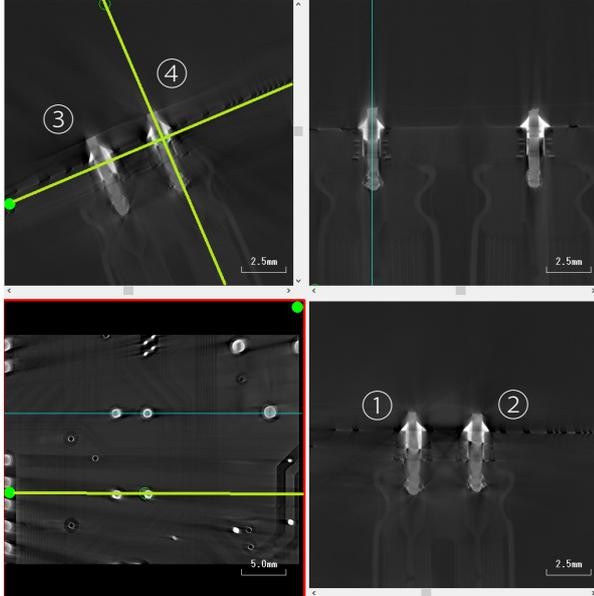

図7 図4の位置のMPR像
次に、図5の位置をCT撮影しました。CTはワークを回転させて、様々な角度からのデータを計算することで断面画像を撮影することができます。撮影されたデータをMPR表示したものを図7に示します。MPR (Multi Planar Reconstruction) では、得られた断面画像から任意の断面を作成することができます (MPR上の丸数字は図6の丸数字の端子です)。また、断面画像を三次元解析ソフトウェアのVGSTUDIO MAX (Volume Graphics GmbH) を使用することでVR (Volume Rendering) 表示を行うことができます。図8は図7のCTデータからVR表示を行ったもの、図9はVRソフト上で処理し、はんだ接合部を見やすくしたものです。
①	1.560 mm	1.422 mm	91.2 %	合
②	1.519 mm	0.783 mm	51.5 %	否
③	1.527 mm	0.891 mm	58.3 %	否
④	1.533 mm	0.882 mm	57.5 %	否
次に、はんだ量の計測を行いました。スルーホール内の空間体積は0.7 mm³でしたので、この数値を100%としました。VRでは三次元での解析が行えるため、距離といった二次元の情報だけでなく、体積を計測することができます。図12に図7の①のはんだ量の計測結果、図13に図7の②のはんだ量の計測結果を示します。同様に③、④のはんだ量も計測し、合否をまとめたものが表2です。表1のはんだ厚み計測は、先に記載のマイクロソルダリング技術認定・検定試験における品質判定基準での計測方法になりますが、断面での計測となり、それ以外の断面を計測するには複数個所の計測を行う必要があります。一方、はんだ量計測はスルーホール全体を計測するため、定量的な計測が可能です。この情報を元にリフロー炉の温度やペースト時のはんだ量など、最適な製造条件を検討することもできます。また、不良の発生状態を見極め、歩留まりの向上など製造効率を上げることにも役立ちます。